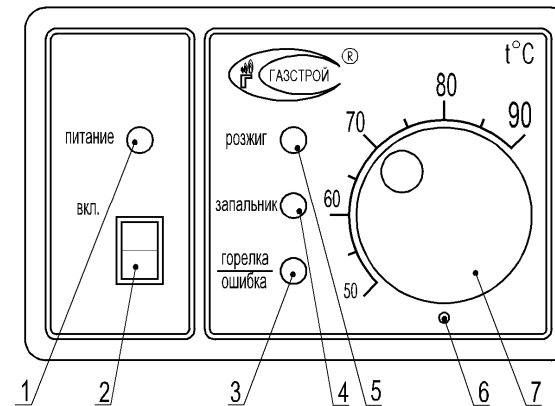

Рис.4 Блок управления (терминал)
Повторный пуск можно осуществить после устранения причины блокировки выключив, а затем снова включив автоматику тумблером 2 на блоке управления (см. рис.4).
Выключить питание автоматики тумблер 2 на панели блока управления (рис. 4), закрыть кран на опуске к котлу.
Для правильной установки ручки 7 (см. рис.4) на шток регулятора температуры необходимо:
- 2) при установке ручки совместить отметку на ручке с меткой 6 на шкале (см. рис.4).
9.3 Переведите тумблер 2 (рис.4) на блоке управления в положение «ВКЛ.», на панели загорится индикатор 1 «ПИТАНИЕ». Автоматика произведет самодиагностику и начнет подавать импульсы зажигания на электрод розжига для воспламенения газозвдушной смеси на запальной горелке (загорается индикатор 5 «РОЗЖИГ»), открывается клапан К1 газового блока и газ поступает к соплу запальной горелки (загорается индикатор 4 «ЗАПАЛЬНИК»).
ВНИМАНИЕ! В трубопроводе при первом пуске котла может скопиться воздух, поэтому газозвдушная смесь на запальной горелке может не поджечься с первого раза. Автоматика прекратит розжиг и на индикаторе 3«Горелка/Ошибка» будет выдаваться мигающий сигнал «Нет пламени». Необходимо произвести повторный запуск автоматики переключателем 2 (рис.4).